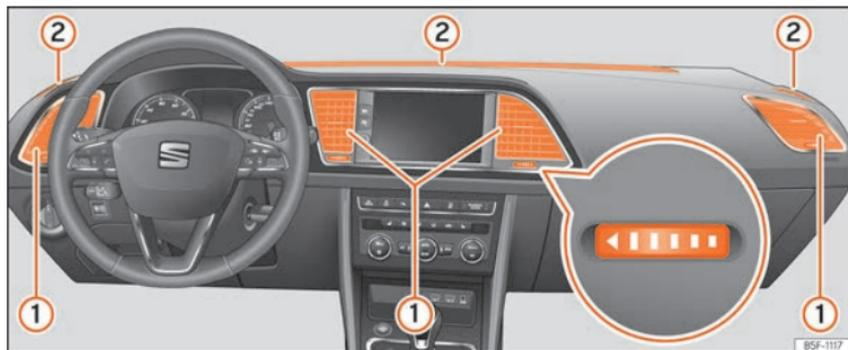

Abb. 198 Auf der Schalttafel: Luftzerstäuber.
Damit eine ausreichende Heizleistung, Kühlung und Luftzufuhr im Fahrzeuginnenraum erreicht wird, sollten die Luftaustrittsdüsen »» Abb. 198 ① geöffnet bleiben.